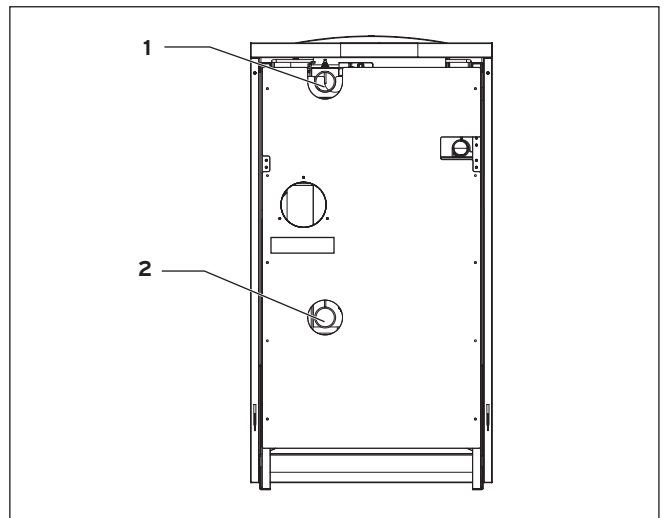

Abb. 5.4 Heizungsseitiger Anschluss (Rückseite des Gas-Brennwertkessels)
- Schließen Sie den Heizungsvorlauf am Heizungsvorlaufanschluss (1, Abb. 5.4) an.
- Schließen Sie den Heizungsrücklauf am Heizungsrücklaufanschluss (2, Abb. 5.4) an.